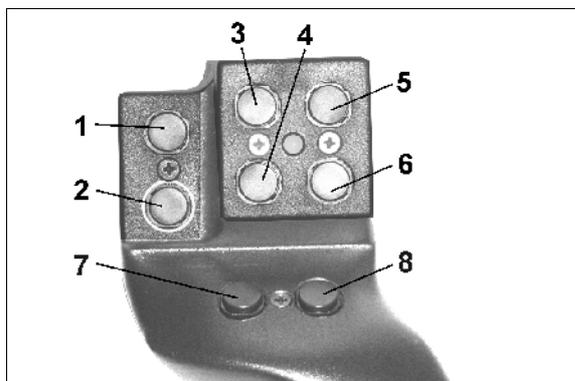
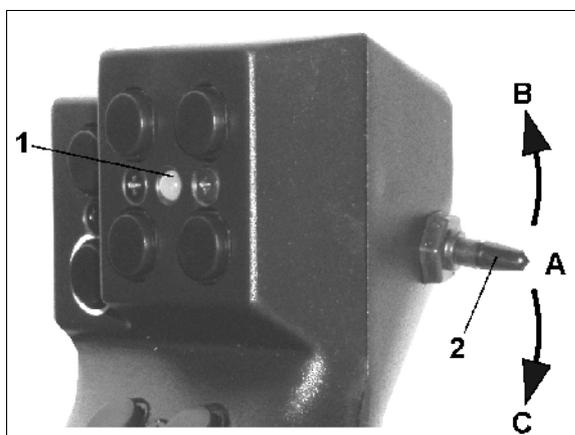

Fig. 69
Fig. 70
Para manejar el **AMATRON⁺**, la empuñadura multifuncional (Fig. 69) tiene a disposición 8 teclas (1 - 8). Además, mediante el interruptor (Fig. 70/2) se puede modificar tres veces la ocupación de las teclas.
-  posición media (Fig. 70/A) pudiendo ser activado hacia
-  arriba (Fig. 70/B) o hacia
-  abajo (Fig. 70/C).
La posición del interruptor es indicada mediante una luz LED (Fig. 70/1).